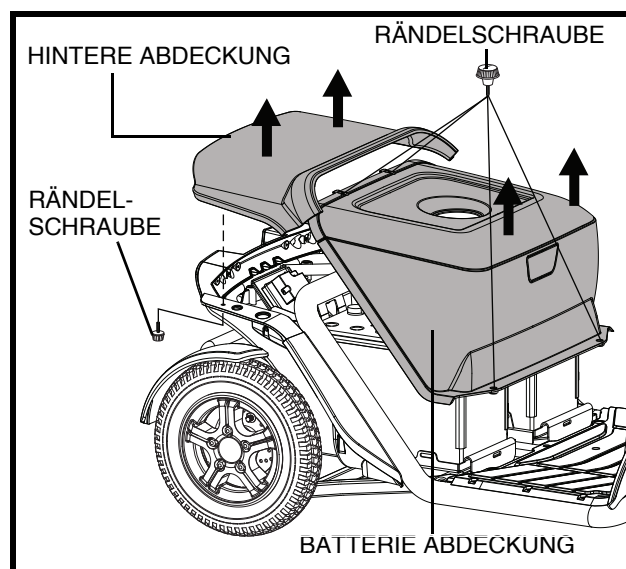

Abb. 13. Entfernung/Ersetzung der Abdeckung
2. Entfernen Sie die hintere Abdeckung indem Sie sie gerade hoch und vom Scooter heben. Die Abdeckung ist mit wiederverwendbaren Befestigungen und zwei rändelschrauben am Scooter gesichert. **Siehe Abb. 13.**
3. Entfernen Sie die Batterie Abdeckung indem Sie die vier (4) Rändelschrauben, die es am Scooter Rahmen befestigen, abschrauben und die Abdeckung hoch und vom Scooter heben. **Siehe Abb. 13.**